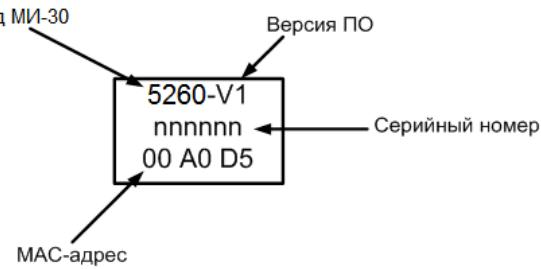

Рисунок 3 – Шильдик
- в поле «**МАС адрес**» введите трехбайтовый МАС-адрес, напечатанный на шильдике (см. Рисунок 3).